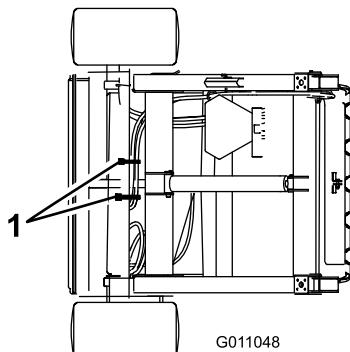

Bild 12
2. Befestigen Sie die Hydraulikschläuche und den Kabelbaum wie in Bild 11 und Bild 12 abgebildet.